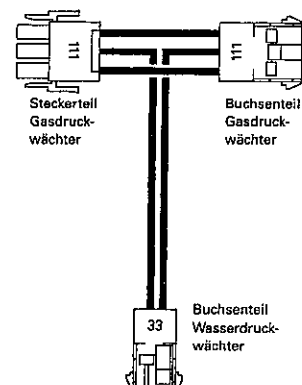

Abb. 33
5. Ausgerasteten Steckverbinder **111** (Buchenteil) mit Steckverbinder **111** (Steckerteil) des Adapters (Abb. 33) zusammenstecken.